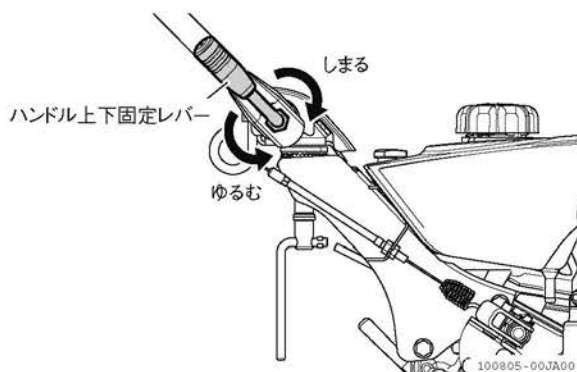

図 3-1 ハンドル高さの調節のしかた
1. ハンドルを持ち、ハンドル上下固定レバーをゆるめます。(図 3-1)
2. ハンドルを上下に動かし、適切な位置にします。(図 3-1)